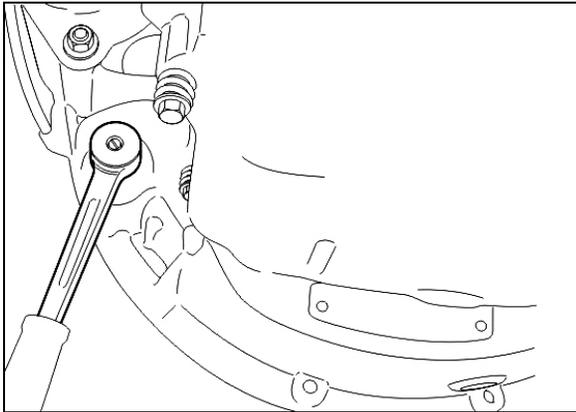

FIGURA 16: POSICIÓN DE GIRO DEL MOTOR VOLVO
*Desmonte el motor arrancador que se localiza en el lado izquierdo del motor. Desmontar el motor arrancador permitirá acceso para destornillas los 12 tornillos de sujeción del convertidor a la placa flexible. Retire el tapón que se localiza debajo del motor arrancador e instale la herramienta de giro (88800014). Girar el motor para ganar acceso a los tornillos de sujeción puede hacerse con la herramienta de giro utilizando un adaptador adecuado (Figura 16).*